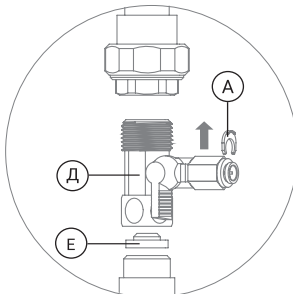

Рис. 8
1. Установите адаптер-вентиль (Д) между магистралью холодной воды и гибкой подводкой вашего смесителя. Уплотните соединение адаптера-вентили с магистралью при помощи поставляемого в комплекте уплотнительного кольца (Е) (рис. 8).